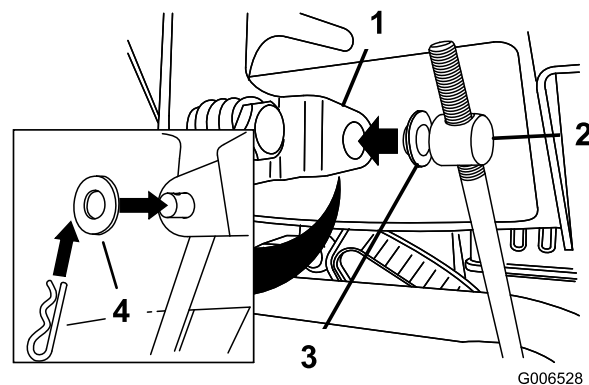

Рисунок 11
**Примечание:** Для облегчения монтажа оставьте плоскую шайбу на цапфе (Рисунок 11).
3. Выньте шплинт и снимите внешнюю шайбу с цапфы на верхнем конце штока управления скоростью (Рисунок 11).
6. Поднимите шток управления скоростью и вставьте цапфу в отверстие рычага переключения скоростей (Рисунок 11).
- B. Отсоедините цапфу от рычага переключения скоростей (Рисунок 11).
- C. Поверните цапфу на штоке управления скоростями вниз (по часовой стрелке) (Рисунок 11).
- D. Присоедините цапфу к рычагу переключения скоростей (Рисунок 11).
- C. Поверните цапфу на штоке управления скоростями вверх (против часовой стрелки) (Рисунок 11).